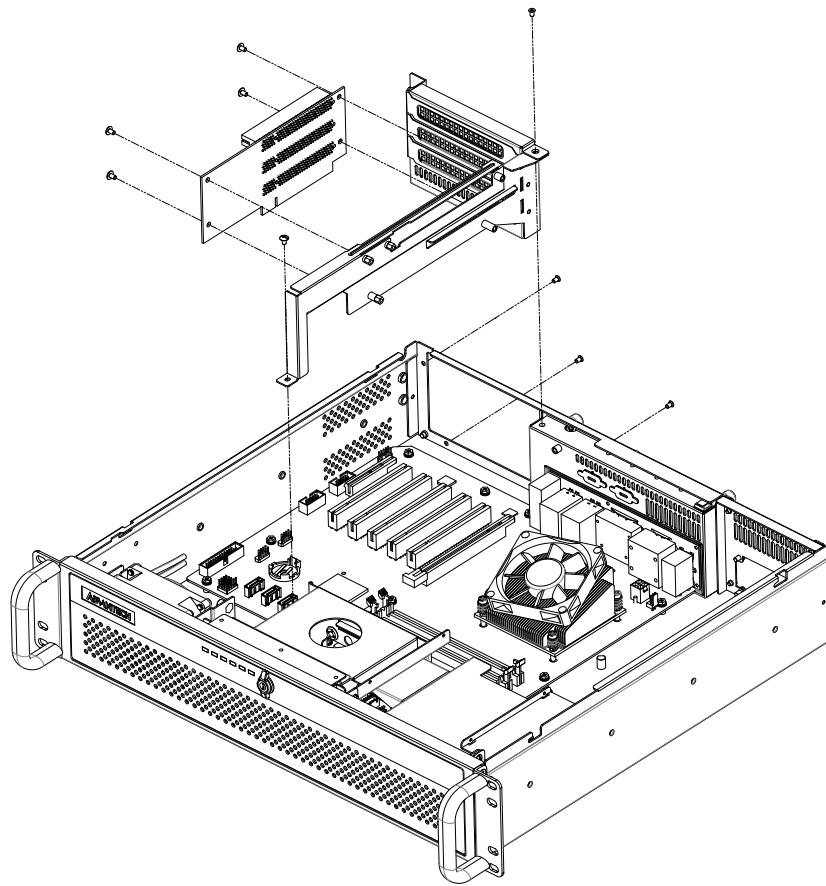

Figure 2.4 Installing a Riser Card/ 安装转接卡 / 安裝轉接卡
1. Fasten the riser card to the riser card holder with the four screws. Then insert this unit to the slot on the motherboard. (see Figure 2.4)
1. 用螺丝将转接卡的四角固定在转接卡支架，然后将这个组件插入 ATX 母板的第六个插槽或 MicroATX 母板的第三个插槽（如图 2.4 所示），并旋紧螺丝固定于机箱上。